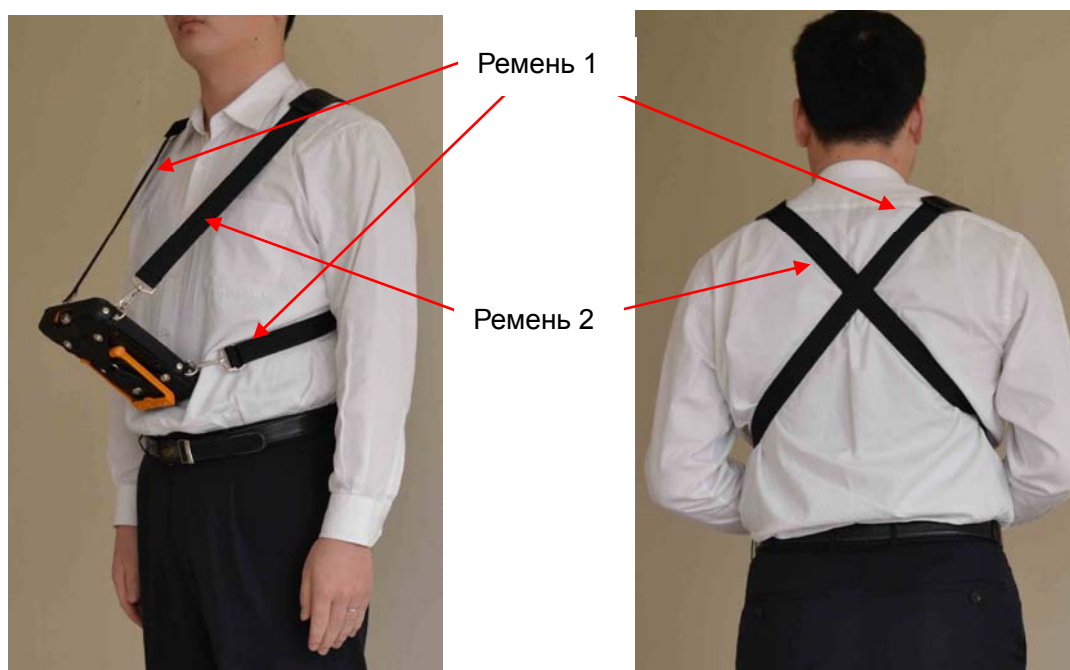

Рис.3-14
- 2) Пристегните ремень 1 за застёжки к стопорным кольцам в верхнем конце сумки. Пристегните другой конец ремня 1 за застёжки к среднему крепежному кольцу нижней части сумки. Расположите ремень и сумку, так, как это показано на Рис. 3-14;